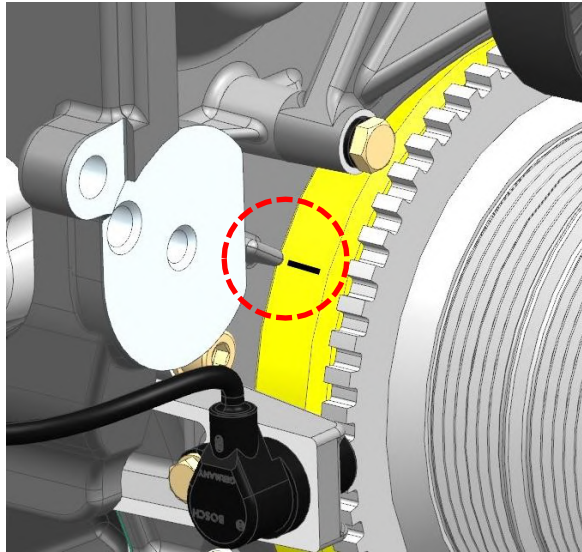

Abb. 102. Markierung auf der Dämpferscheibe der Kurbelwellenriemenscheibe und Vorsprung am Kettendeckel
1. Den Kolben des 1. Zylinders in den oberen Totpunkt des Kompressionstaktes bringen, indem die Kurbelwelle im Drehrichtungssinn (im Uhrzeigersinn) gedreht wird, bis die Markierung auf der Dämpferscheibe der Kurbelwellenriemenscheibe mit der Erhebung am Kettendeckel übereinstimmt (Abb. 102).
13. Drehen Sie die Kurbelwelle in Drehrichtung um zwei Umdrehungen und richten Sie die Markierung auf der Dämpferscheibe der Kurbelwellenriemenscheibe auf den Vorsprung am Kettendeckel aus, wie in Abb. 102 dargestellt.